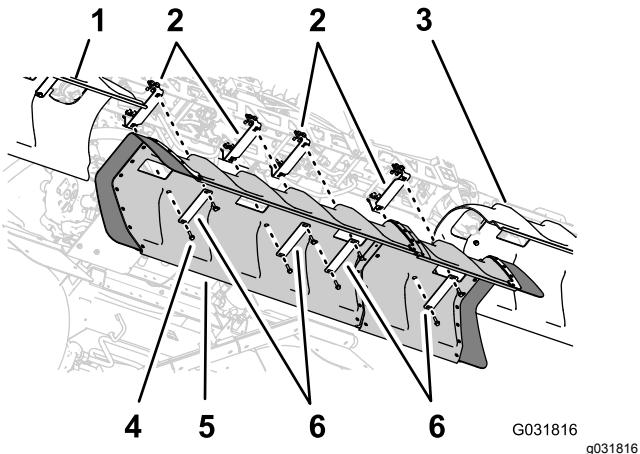

Figura 152
- Allineate i fori nella copertura della sezione centrale con i fori nelle staffe di supporto per la copertura della sezione centrale (Figura 152).
- Allineate i fori in 2 delle cinghie della copertura che avete rimosso al passaggio 1 di 6 Rimozione della copertura della sezione centrale \(a 11 ugelli\) del kit barre coperte opzionale \(pagina 16\) con il flessibile nella copertura e 2 delle staffe di supporto (Figura 152).
- Allineate i fori nelle 2 cinghie della copertura (n. cat. Toro 120-0629) con i 4 fori rimanenti nella copertura e i 4 fori rimanenti nelle staffe di supporto (Figura 152).
- Montate le cinghie della copertura e la copertura sulle staffe di supporto (Figura 152) con i 4 bulloni a testa flangiata (5/16" x 1 1/4" - N. cat. Toro 323-36).